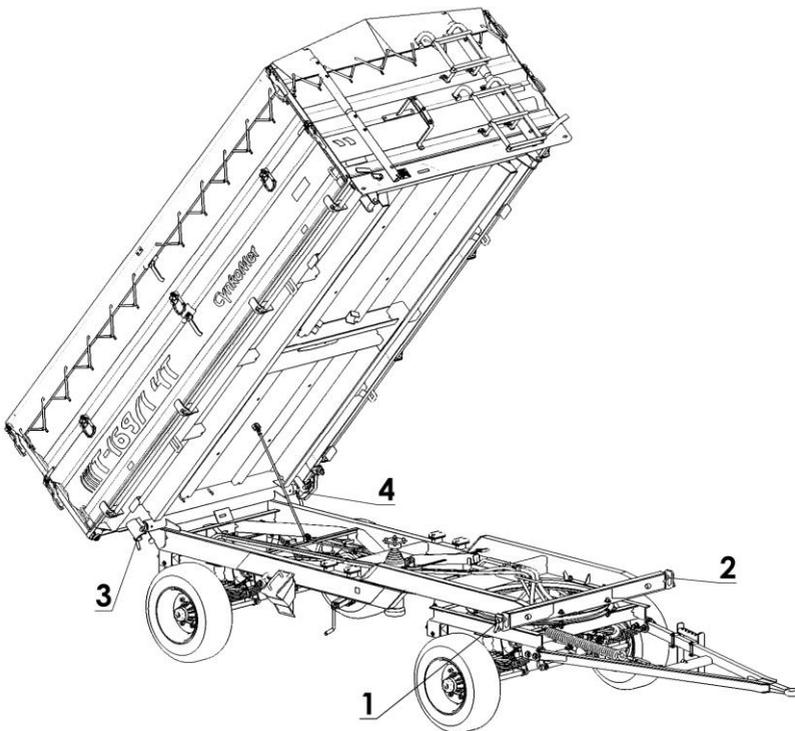

Abb. 14 Verbindung des Ladekastens mit dem Rahmen
- Aus den Öffnungen zwei Bolzen, die die Ladefläche mit dem Unterrahmen (Abb. 14) verbinden, auf der der Ausschüttöffnung gegenüberliegenden Seite, d.h.:
Öffnen und Schließen der Ladeflächenverriegelung erfordert die Verlagerung des Griffes 1 (Abb. 14) in die richtige Richtung bei gleichzeitigem Betätigen der Taste 2 unterhalb des Griffes